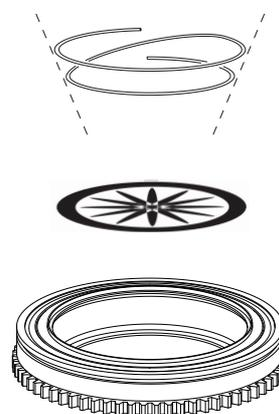
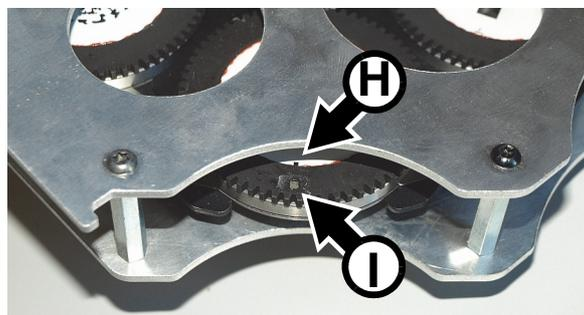
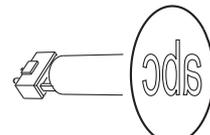

Figure 22: Porte gobo tournant
Figure 26: Orientation correcte des gobos et des porte gobos
Figure 27: Orientation correcte des gobos
Important! Les gobos peuvent tomber si le ressort est monté à l'envers. Ne lubrifiez pas les roulements à bille : des excès de graisse peuvent provoquer des pertes de pas. L'orientation des gobos est critique. Lisez attentivement les conseils en Figure 27 avant d'installer un gobo.
8. Référez-vous aux Figure 22 et Figure 27 et vérifiez l'orientation du gobo et de son ressort. Placez le gobo au dessus de son support, *la face destinée à la lampe vers le haut, côté ressort*. Voir Figure 26. Alignez le repère **H** du nouveau gobo avec l'aimant avec l'aimant **I** du porte gobo (Les repères des gobos sont également visibles sur le dessus de chaque gobo (voir Figure 14 en page 25).
9. Placez le gobo correctement orienté dans son support et insérez le ressort, son côté serré contre le gobo. Pour identifier le 'côté serré', aplatissez le ressort : le côté serré se trouve au centre - voir Figure 22. Bloquez l'autre extrémité sous le rebord du porte-gobo.
Les sens d'installation donnés en Figure 27 sont corrects dans la plupart des cas mais consultez votre fabricant ou votre revendeur Martin si vous avez le moindre doute sur le sens à donner à un type de gobo spécifique.